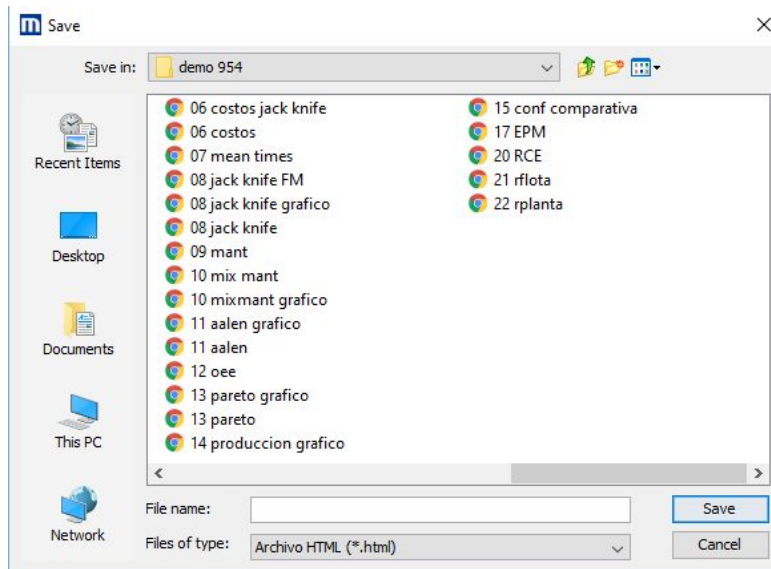

Ilustración 7: Exportación Gráfico Jack Knife
- Exportación del reporte a archivo: Luego de configurar los períodos según se requiere, seleccionar la visualización de gráficos deseada e incluir las observaciones pertinentes se puede proceder a exportar el reporte de la lista seleccionada en formato HTML o XLS. Se pueden realizar varias exportaciones según los formatos que se requieran . Si la exportación es exitosa se muestra un mensaje de confirmación (Ver Ilustración 7).